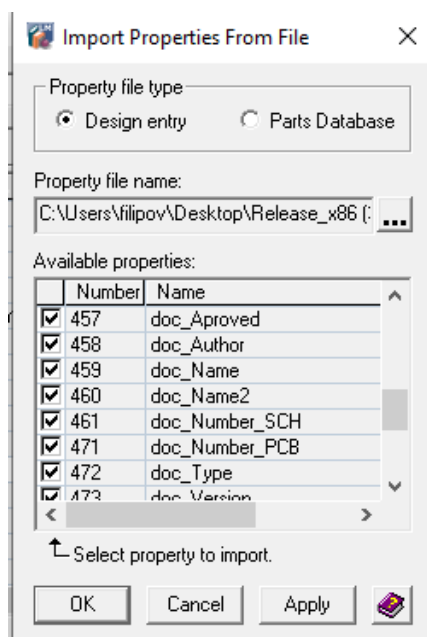

Рисунок 5
8) Выделите галочкой все атрибуты, которые начинаются с doc\_ и нажмите OK/Apply для импорта этих атрибутов в свою ЦБ (рисунок 5)